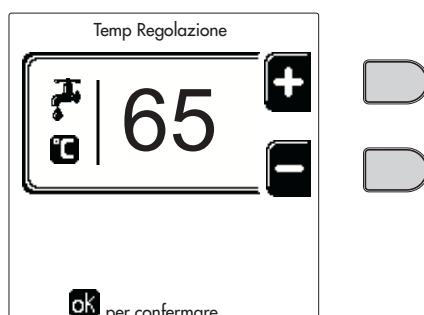

fig. 14
- **ON.** In caso di richiesta Riscaldamento/Sanitario, la caldaia lavora alla Temperatura di Regolazione Riscaldamento/Sanitario (fig. 12/fig. 14) impostata.
- **OFF.** In caso di richiesta Riscaldamento/Sanitario, la caldaia lavora alla Temperatura di Regolazione Ridotta. La temperatura Ridotta si ottiene sottraendo il valore della Temperatura Regolazione Riduzione (fig. 13/fig. 15) alla Temperatura di Regolazione Riscaldamento/Sanitario (fig. 12/fig. 14) impostata.